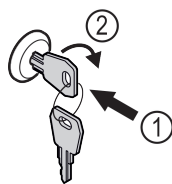

Fig. 176
- ▶ Insérer la clé Fig. 176 (1).
- ▶ Tourner la clé à 90° dans le sens horaire Fig. 176 (2).